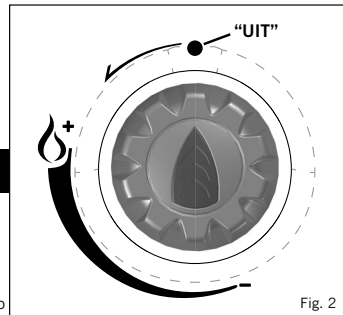

Fig. 2
- Voordat de gastoevoer aangesloten wordt, eerst controleren of de gaskraan van het toestel in de uit stand staat door de bedieningsknop helemaal rechtsom te draaien (zie fig. 2).